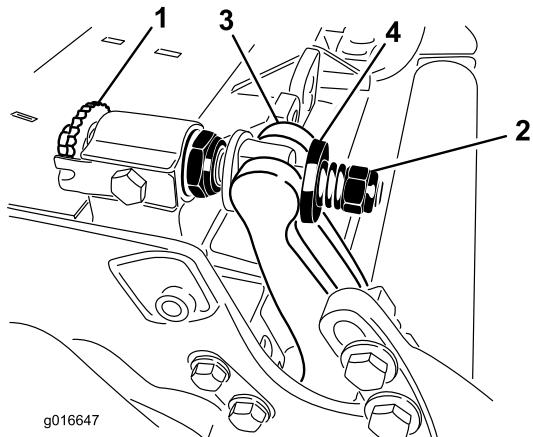

Figura 29
- Ruotate le viti di regolazione della barra di appoggio in senso antiorario per allontanare la controlama dal cilindro (Figura 29).
- Allentate il dado di tensione della molla, finché la rondella non sarà più in tensione contro la barra di appoggio (Figura 29).